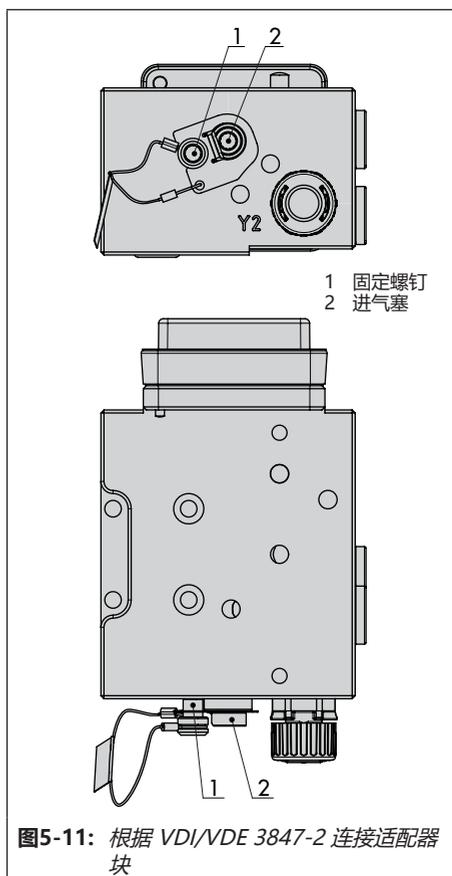

图5-11: 根据 VDI/VDE 3847-2 连接适配器块
**锁定执行机构的步骤 (参见图 5-11) :**
1. 旋松红色固定螺钉 (1)。
2. 根据刻印内容旋转适配器块底部的进气塞 (2)。